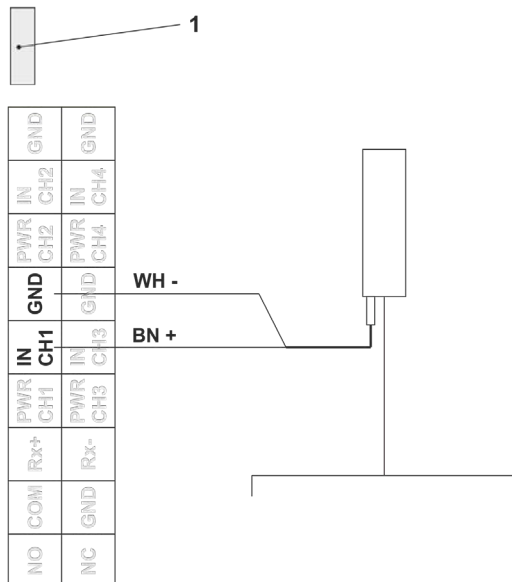

Abb. 29-5 Anschluss eines Regenmessers
Regenmesser: Kap. „29.4 Anschluss des Regenmessers“ und Abb. 29-5.
1. Beigefügten Jumper (Kurzschlussbrücke) auf die beiden leeren Pins (Abb. 29-5 Pos. 1) neben der Klemmenleiste aufstecken.
3. Braune und weiße Leitung gemäß Abb. 29-5 an der Klemmenleiste anschließen. Die beiden restlichen Leitungen (grün/gn und gelb/ye) werden nur verwendet, wenn der Regenmesser über eine Heizung verfügt und diese angeschlossen werden soll. Die beiden Kabel werden dann an der Spannungsklemme 12 V für die externe Spannungsversorgung angeschlossen: